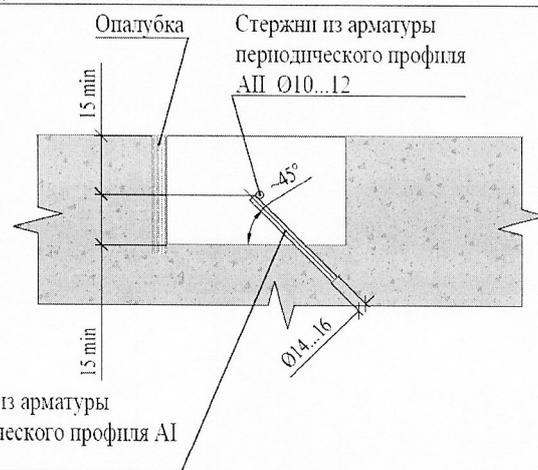

Рис.3
- При глубине ремонта 5 см и более в полки ремонтируемого участка установить (при необходимости) анкера из арматурной стали периодического профиля диаметром 10-12 мм под углом 45° к плоскости полки участка ремонта (рис. 3). Установку анкеров следует осуществлять в заранее высверленные перфоратором отверстия диаметром равным диаметру анкера + (минимум) 4 мм и глубиной 7-10 см. Для анкеровки использовать соответствующую этим требованиям и ГОСТ 34277-2017 анкерную тонкодисперсную смесь **Stabilcem** или химические анкера линейки **Mapefix**.
- Установить мягкую опалубку (рис. 3) с пропиткой антиадгезионным составом.